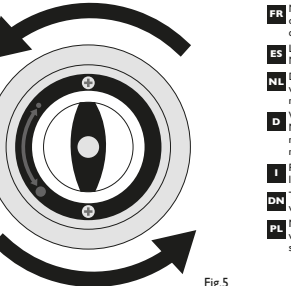

Fig. 5
To adjust the grind of pepper/salt from fine to coarse, use the adjustment knob on the under side of the mill. Turn clockwise for a fine grind and anti-clockwise for a coarser grind (Fig. 5)
**ES** Para ajustar el grado de molido de sal/pimienta de fino a grueso, utilice la rueda de ajuste en la parte inferior del molinillo. Gire en sentido de las agujas del reloj para obtener un molido fino y en sentido contrario a las agujas del reloj para una molido más grueso (Fig. 5).
**NL** U kunt de maalinstelling voor peper/zout met de afstellknop aan de onderkant van de molen van fijn tot grof instellen. Draai hem rechtsom voor fijner malen en linksom voor grover malen (Fig. 5).
**D** Um die Mahlfeinheit des Pfeffers bzw. Salzes von fein bis grob einzustellen, nehmen Sie den Einstellknopf auf der Unterseite der Mühle zur Hilfe. Drehen Sie ihn im Uhrzeigersinn, erhalten Sie einen feinen Mahlgrad. Gegen den Uhrzeigersinn wird die Mahlfeinheit immer gröber (Abb. 5).
**I** Per regolare la macinatura di sale/pepe da fine a grossa, utilizzare la manopola di regolazione sul lato inferiore del macinino. Ruotare in senso orario per una macinatura fine e in senso antiorario per una macinatura più grossa (Fig. 5).